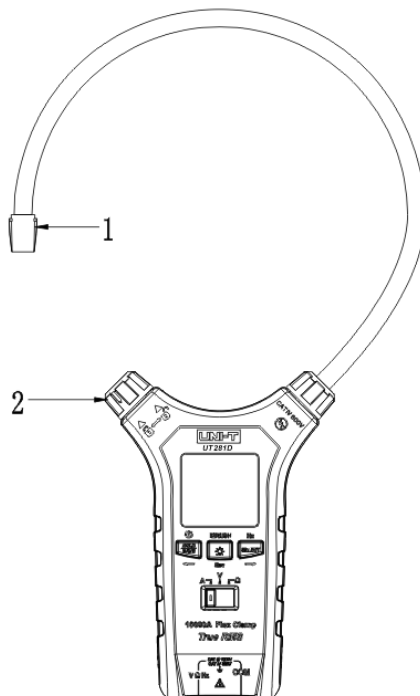

Figure 2.1
- 2) Tourner le verrouillage de la bobine pour déverrouiller, entourer complètement le conducteur à mesurer avec la bobine, puis tourner le verrou pour fixer la bobine. (Remarque : La pince doit être complètement fermée, voir Figures 2.1 et 2.2)